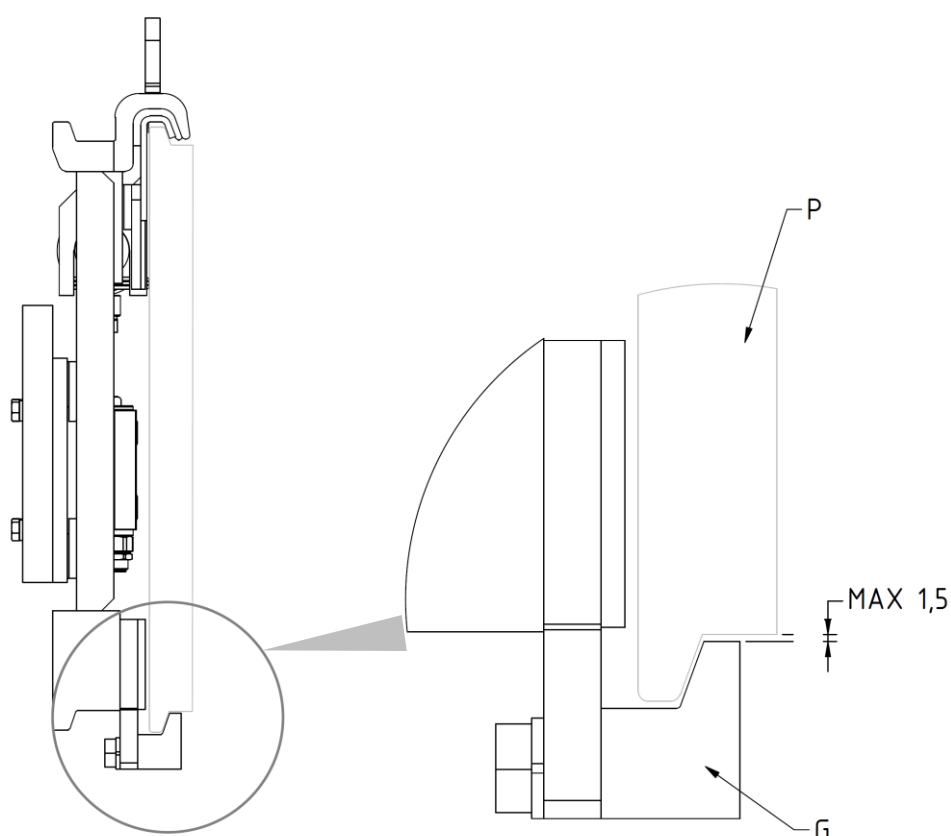

Figura 9
8. Atornillar los dos ganchos inferiores **G** para que su cuerpo quede enganchado debajo a la placa porta horquillas **P** (con un juego máximo de 1,5 mm, mira *Figura 9*) apretando con el par de apriete indicado en la *Tabla 4*